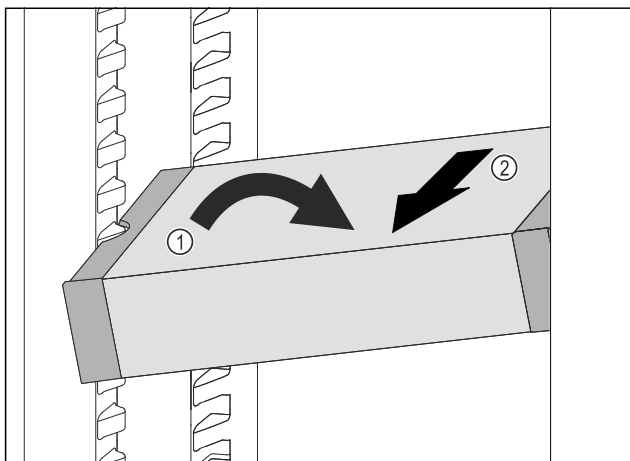

Fig. 122
- ▶ VarioSafe ustawić w chłodziarce pod skosem. Fig. 122 (1)
- ▶ VarioSafe wyjąć do przodu. Fig. 122 (2)